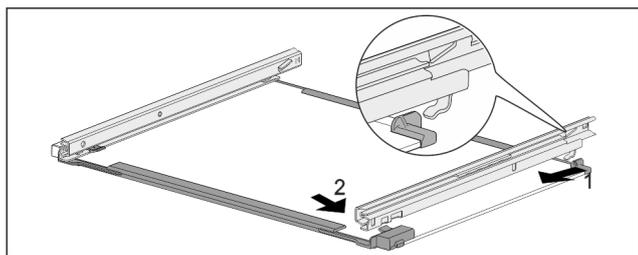

Fig. 83 Ripiano in vetro con guide
- Agganciare la guida sul lato posteriore. Fig. 83 (1)
- Innestare la guida sul lato anteriore. Fig. 83 (2)